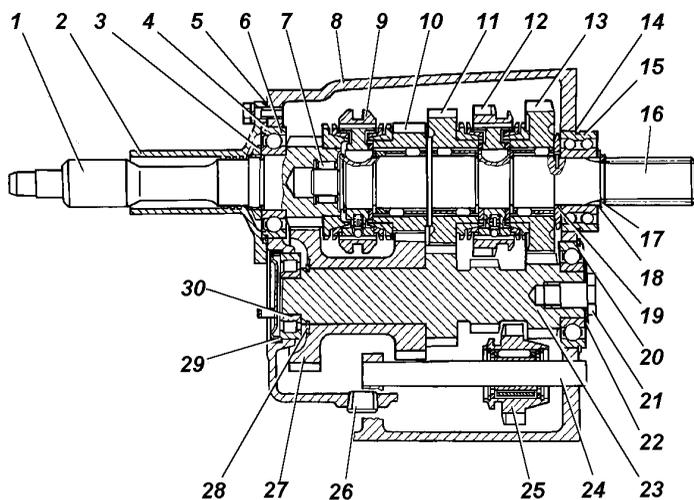

Рис. 5.6. Коробка передач:
**Коробка передач\*** (рис. 5.6) - механическая, четырехступенчатая, снабжена синхронизаторами инерционного типа для облегчения включения первой, второй, третьей и четвертой передач. Коробка крепится к картеру сцепления четырьмя шпильками, ввернутыми в картер сцепления. Шестерни привода промежуточного вала, второй и третьей передач косозубые, первой передачи - прямозубые и находятся в постоянном зацеплении.